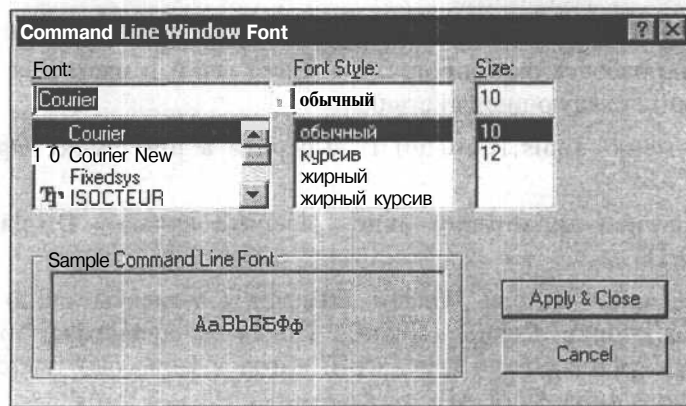

Рис. 2.15. Диалоговое окно настройки шрифтов в окне команд
3. В нижней части панели **Window Elements** (Элементы окна) щелкните мышью на кнопке **Fonts** (Шрифты). Появится диалоговое окно **Command Line Window Font** (Шрифт командной строки) (рис. 2.15), которое управляет типом шрифта в командной строке. Окно содержит три панели, информационное поле и две кнопки.